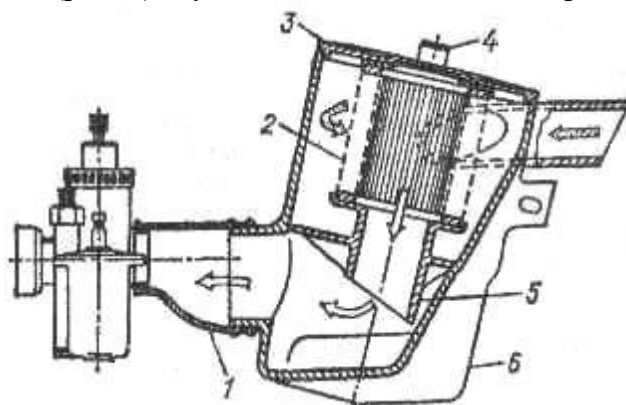
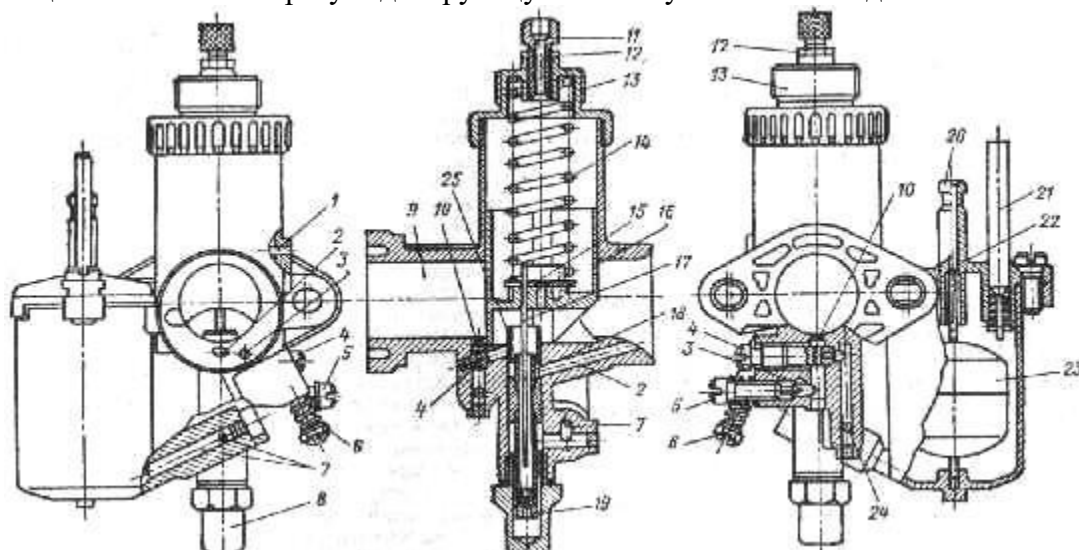

Рис. 2. Разрез глушителя шума впуска с воздухофильтром мотоцикла "Ява-250" и схема его работы (стрелками показано направление движения воздуха):
Рис. 6. Разрез карбюратора "Йиков" 2924СБД:
Воздухофильтр. Воздухофильтр с глушителем шума впуска объединен в один узел. Корпус глушителя шума впуска изготовлен из пластмассы и закрывается крышкой у мотоциклов "Ява-250" плоской (рис. 2), а у мотоцикла "Ява-350" - воронкообразной (рис. 6).
2. Снять крышку 22 (см. рис.6) поплавковой камеры, убедиться в отсутствии грязи на дне камеры. В случае необходимости карбюратор снять с двигателя, разобрать, промыть и установить на место.